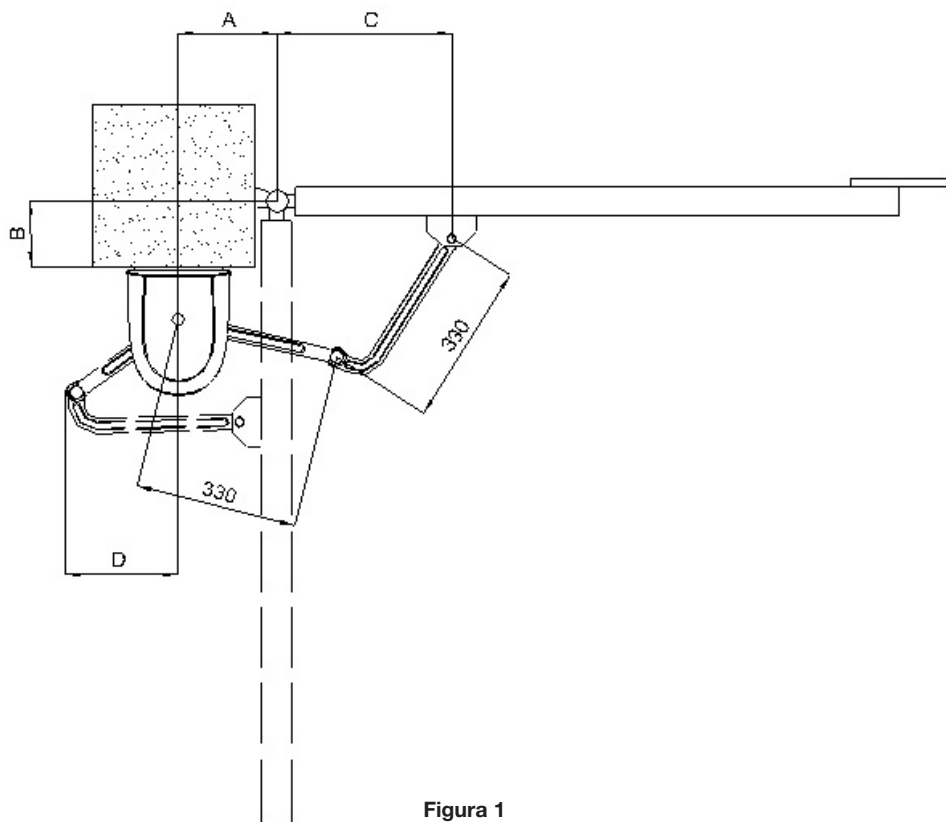
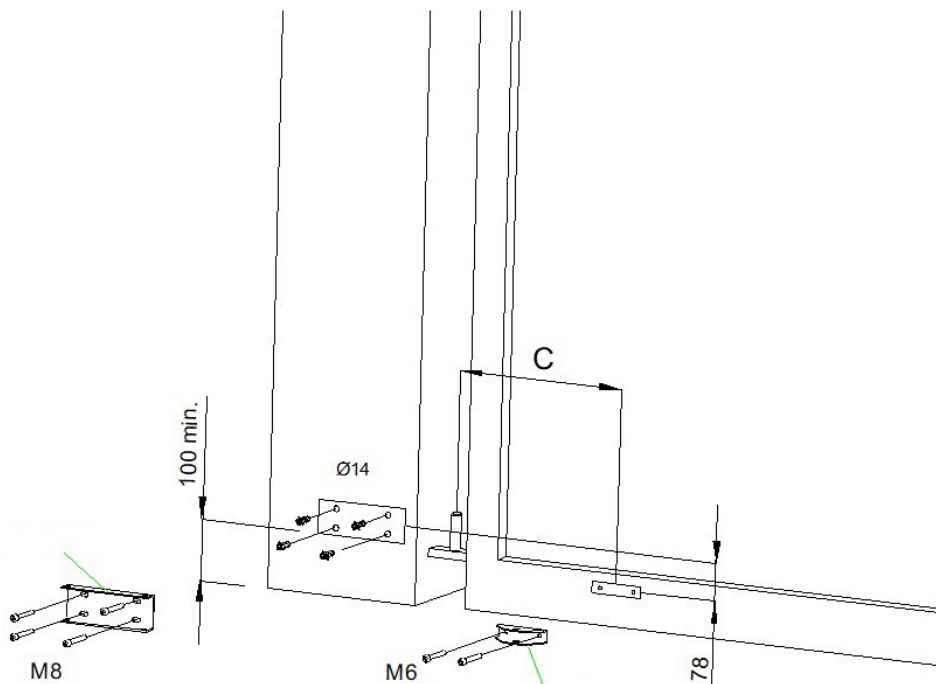

Figura 1
Figura 2
8. FISSAGGIO DELLE STAFFE AL PILASTRO E AL CANCELLO (Figura 1 e Figura 2)